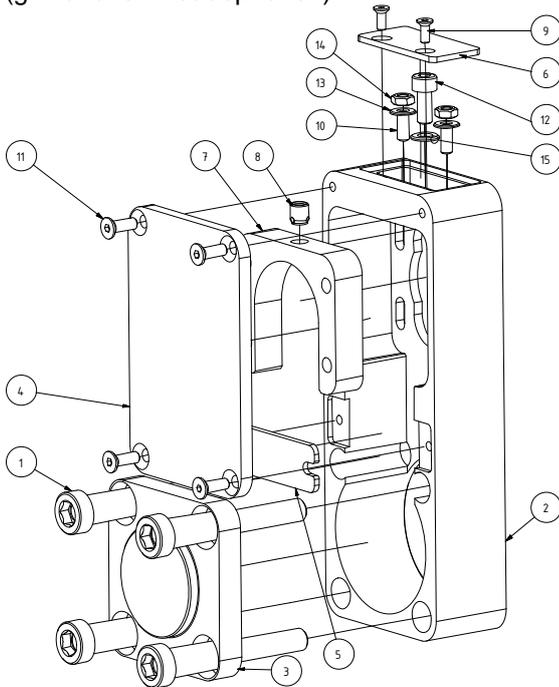
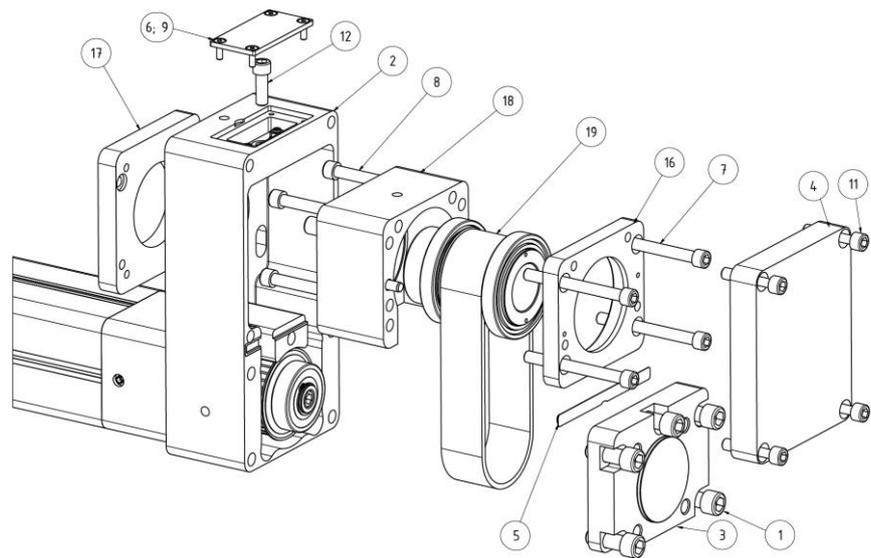

Abbildung 37: Parallelgehäuse (2)
Abbildung 39: Zahnriemen tauschen ETH100&125
Für diese Sichtkontrolle sollte ausschließlich der (obere) Deckel mit den 4 Schrauben (siehe Abbildung 37 & Abbildung 39 Pos.4+11) entfernt werden.
- ◆ 4 Schrauben (siehe Abbildung 37 Pos.1) lösen und herausdrehen.
- ◆ Deckel (siehe Abbildung 37 Pos.3) abnehmen.
- ◆ Steg (siehe Abbildung 37 Pos.5) abnehmen.
- ◆ Das Innere des Parallelgehäuse (siehe Abbildung 37 Pos.2) und die zuvor demontierte Bauteile säubern.
- ◆ Steg (siehe Abbildung 37 Pos.5) einlegen.
- ◆ Deckel (siehe Abbildung 37 Pos.3) auflegen.
- ◆ 4 Schrauben (siehe Abbildung 37 Pos.1) mit Schraubensicherung Typ "Wiko 02K43 mittelfest" versehen und leicht festdrehen.
- ◆ Gehäuse (siehe Abbildung 37 Pos.2) mit dem Elektrozyylinder ausrichten.
- ◆ 4 Schrauben (siehe Abbildung 37 Pos.1) mit angegebenem Drehmoment festdrehen.
- ◆ Deckel (siehe Abbildung 37 Pos.6) mit Schrauben (siehe Abbildung 37 Pos.9) montieren.
- ◆ Deckel (siehe Abbildung 37 Pos.4) mit Schrauben (siehe Abbildung 37 Pos.11) montieren.
- ◆ 4 Schrauben (Abbildung 39 Pos.7) herausdrehen. Schrauben und Motorflansch (Abbildung 39 Pos. 17) beiseitelegen.
- ◆ Zentrale Zahnriemenspannschraube (Abbildung 39 Pos.12) lösen. Die Antriebseinheit muss sich beim Lösen der Spannschraube leicht absenken.
Obere montierte Lagereinheit (Abbildung 39 Pos.18) gegen Herabfallen sichern. Quetschgefahr: Hände und Finger nicht zwischen obere Lagereinheit und Parallelgehäuse bringen.
- ◆ Spannschraube (siehe Abbildung 39 Pos.12) komplett herausdrehen und beiseitelegen.
- ◆ 5 Schrauben (siehe Abbildung 39 Pos.1) lösen und Deckel (siehe Abbildung 39 Pos.3) abnehmen. Sollte dieser sich nicht leicht lösen lassen, ist der Deckel (siehe Abbildung 39 Pos.3) mit leichten Schwenkbewegungen abzuziehen.
- ◆ Mittelsteg (siehe Abbildung 39 Pos.5) mit Dichtung entnehmen.
- ◆ Obere Lagereinheit (siehe Abbildung 39 Pos.18) inklusive Zahnriemen entnehmen.
- ◆ 4 Schrauben (Abbildung 39 39 Pos. 8) aus der Lagereinheit herausdrehen und beiseitelegen.
- ◆ Lagerflansch (Abbildung 39 39 Pos. 16) mittels vorhandenen Abdruckgewinden und zwei Schraube M6x30 (nicht im Lieferumfang enthalten) von der Lagereinheit (siehe Abbildung 39 Pos. 18) abziehen. Die Schrauben hierfür auf Anschlag einschrauben und anschließend abwechselnd beide Schrauben um jeweils 1/2 Umdrehung eindrehen.
- ◆ Die Hohlwelle mit den 2 Lagern (Abbildung 39 Pos. 19) aus dem Lagereinheit (Abbildung 39 Pos.18) entnehmen.
- ◆ Das Innere des Parallelgehäuse (siehe Abbildung 39 Pos.2) und die zuvor demontierten Bauteile säubern.
- ◆ Zum Einsetzen der Hohlwelle (Abbildung 39 Pos. 19) mit den zwei Lagern in die Lagereinheit (Abbildung 39 Pos. 18) und die Montage des Lagerflansches (Abbildung 39 Pos. 16) eine Handpresse verwenden und die Teile vorsichtig ineinander pressen.
- ◆ Schrauben (Abbildung 39 Pos.8) in die Lagereinheit eindrehen.
- ◆ Zahnriemenvorspannung mit der Spannschraube (Abbildung 39 Pos.12) einstellen: